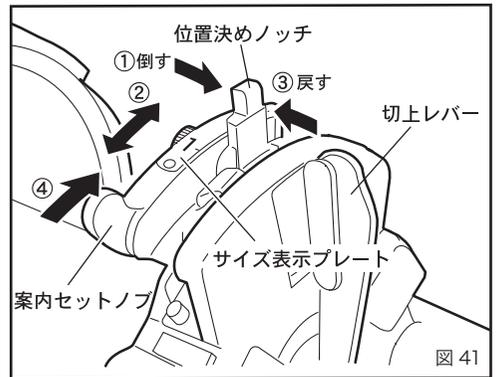
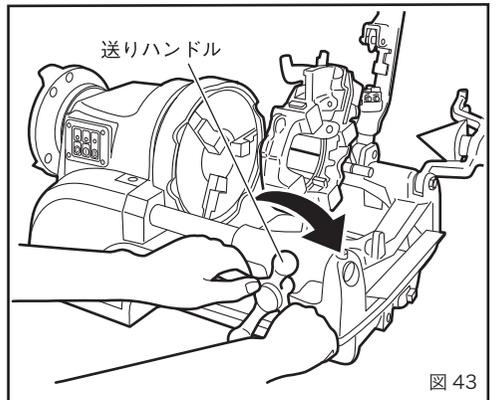

図 41
図 43
サイズ変更する場合 (図 41)
1. 位置決めノッチを図 41 の矢印①の方向に倒す。
2. サイズ表示プレートに表示されている希望のパイプサイズに位置決めノッチを合わせる。(矢印②)
3. 位置決めノッチを矢印③の方向に倒しながら、ノッチの溝に位置決めピンをはめ込む。
②案内セットノブを矢印④の方向に止まるまで押すと、ダイヘッドはセットの位置になります。ON スwitchを押すと、オイルはダイヘッドから自動的に注油されます。主軸を 3 ~ 5 秒以上回し、回転が安定したらオートストップを押すと、青ランプが点灯します。
③送りハンドルを時計方向に回して、パイプにダイヘッドを押しつけ、チェーザを食いつかせてください。(図 43)
④ねじが 3 ~ 4 山切れれば後は自動的にねじが切れ、ねじが規定の長さになると、切上レバーによりチェーザが自動的に開きます。ねじが切り上がり、回転が安定すると自動で停止します。
⑤送りハンドルを反時計方向へ回してダイヘッドをパイプから離します。